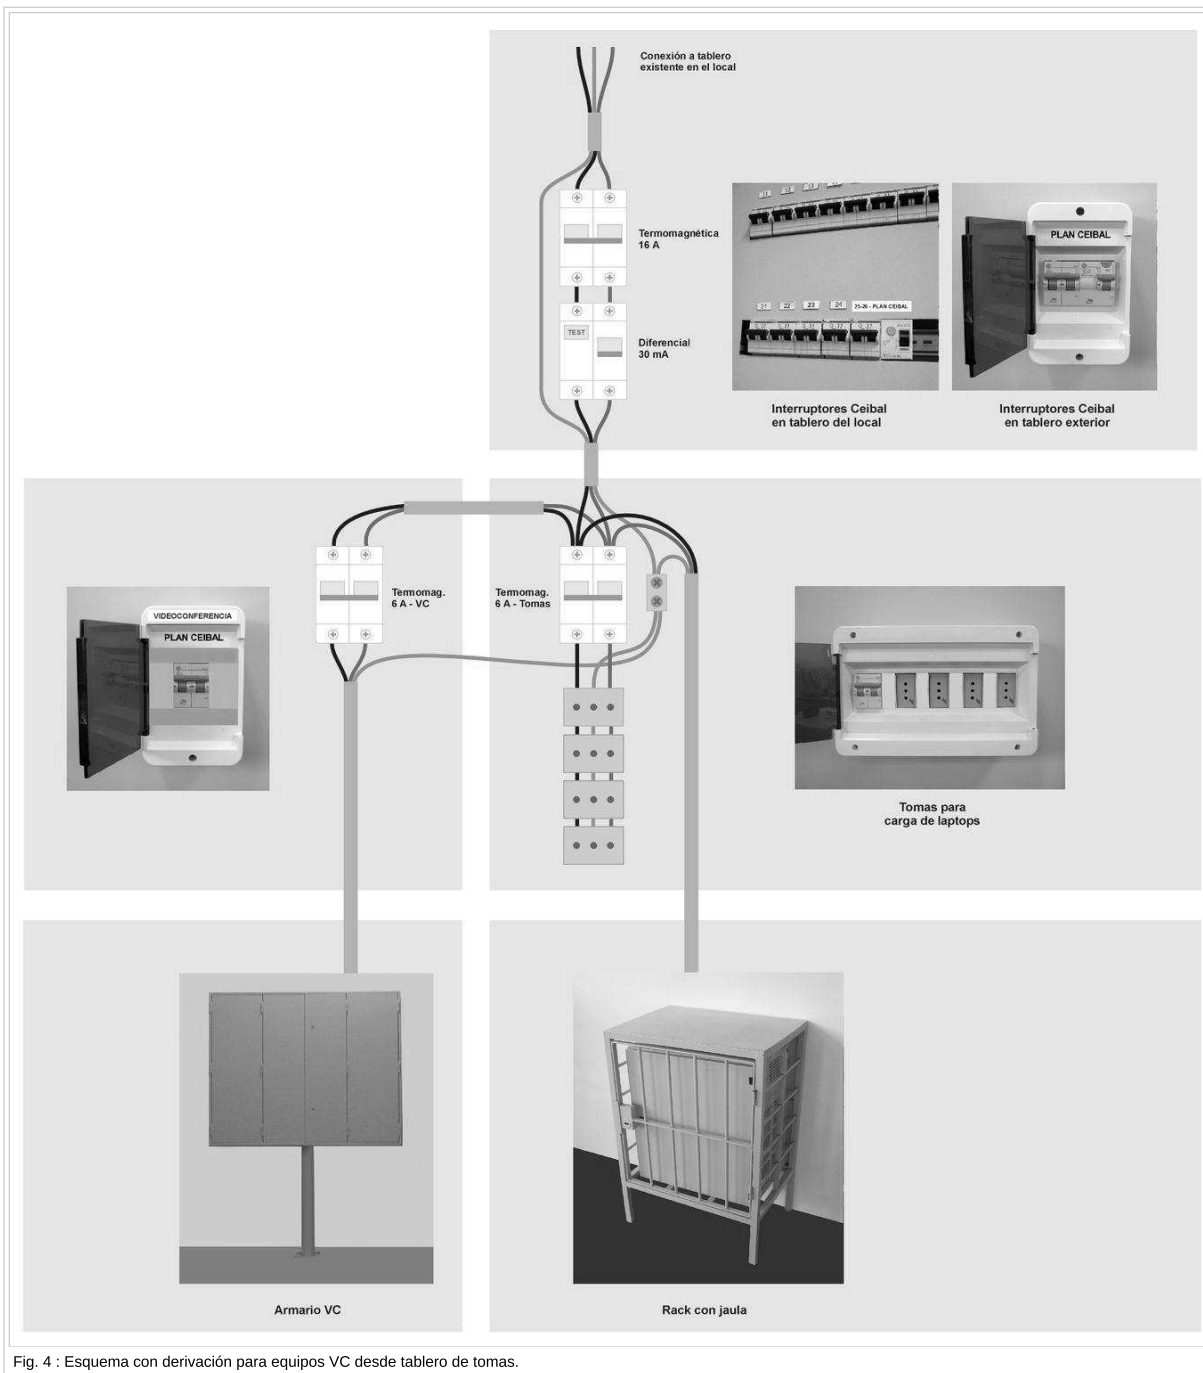

Fig. 4 : Esquema con derivación para equipos VC desde tablero de tomas.
- El interruptor se instalará en un tablero exterior junto al tablero de tomas para carga de laptops (ver Fig. 4). El punto de conexión para la derivación de VC será los bornes de entrada del interruptor de tomas para carga de laptops, de esta forma la derivación de VC queda dependiendo únicamente de los interruptores general y diferencial de la derivación que alimenta el rack pero no del interruptor de protección de los tomas.